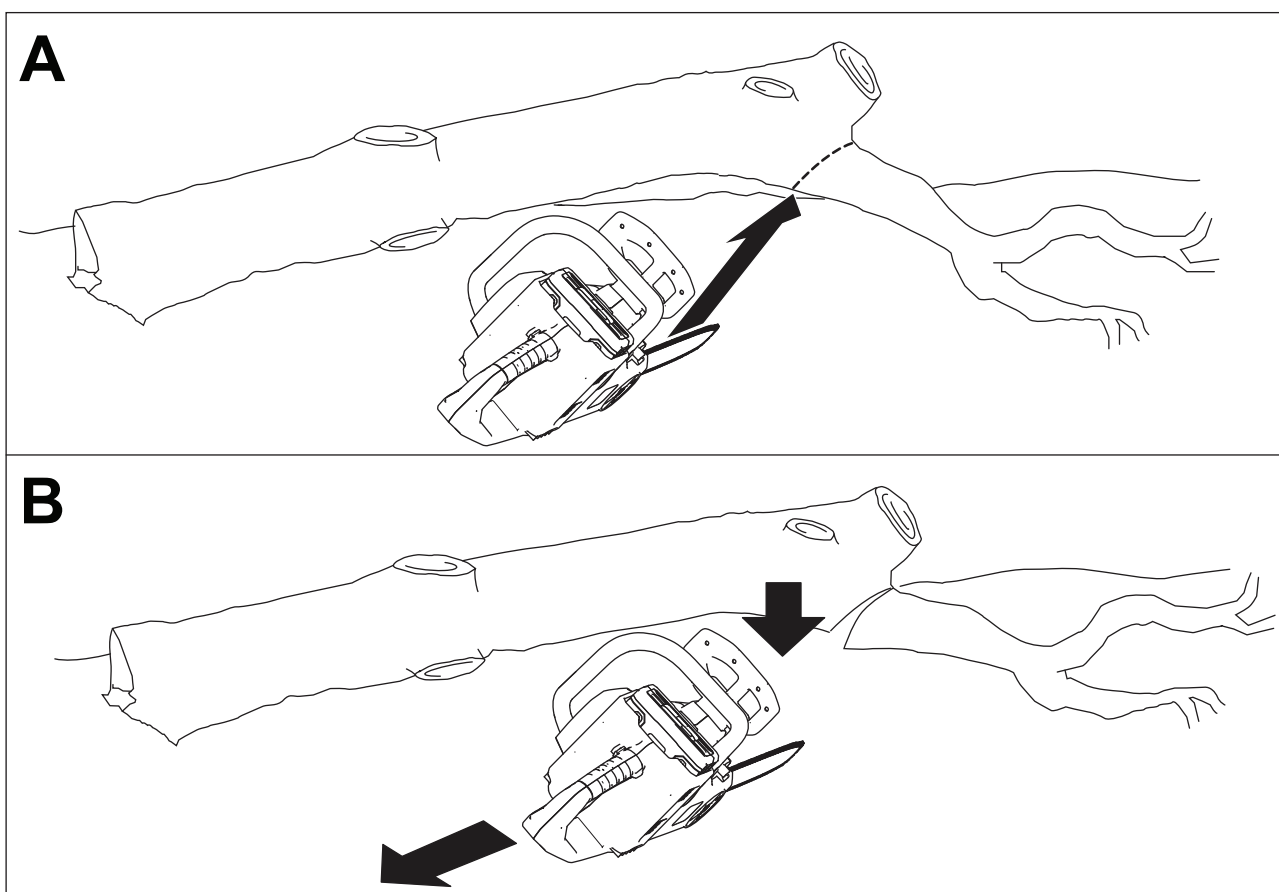

Figura 19
3. Corte las ramas más grandes que soportan el peso del árbol desde la parte inferior hacia arriba, para que las ramas no aprisionen la espada y la cadena (Figura 19).